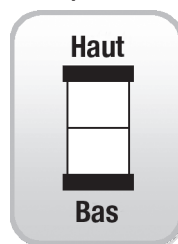

Figure 5
2. Pour installer l'interrupteur de mode (Figure 5), brancher un pôle de l'interrupteur au fil High/Low (Haut/Bas) (couleur verte) et l'autre au pôle de la mise à la terre.
Pour commencer à utiliser le chauffe-eau, placer l'interrupteur à « ON » (Marche) (Figure 7), placer l'interrupteur de mode à HAUT (Figure 5) ET ouvrir le robinet d'EAU CHAUDE désiré. L'unité s'allumera automatiquement et commencera à chauffer l'eau. **NE PAS UTILISER LE ROBINET D'EAU FROIDE POUR AJUSTER LA TEMPÉRATURE.**